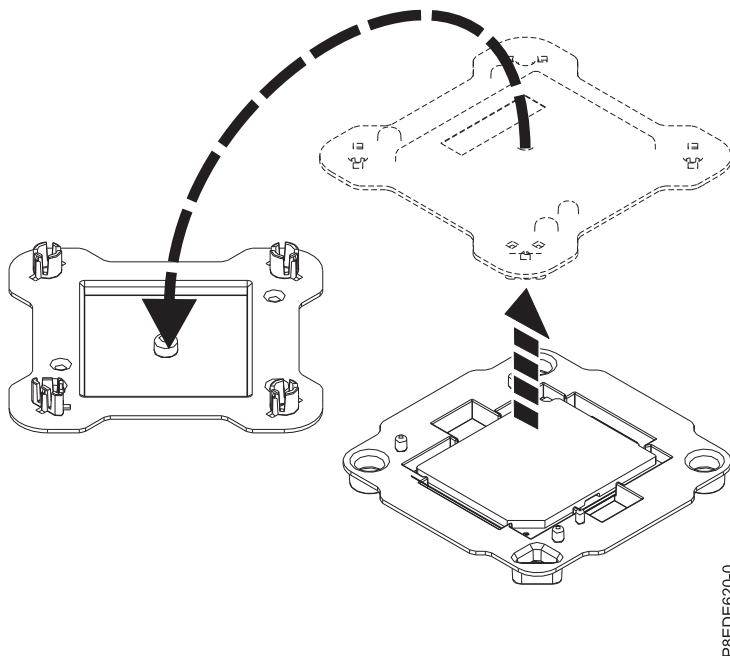

図 62. システム・プロセッサ・モジュールのパッケージを開く
2. 新しいシステム・プロセッサ・モジュールのパッケージを開き、カバーを上下逆にしてトレイの隣に置きます (図 62 を参照)。カバーは、再取り付けするシステム・プロセッサ・モジュールに使用されます。